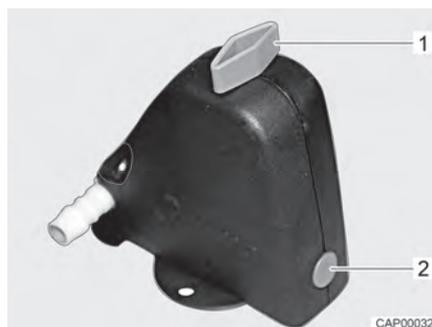
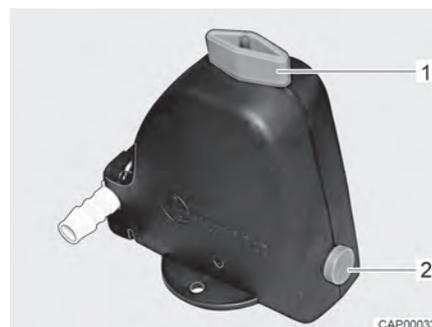

Fig. 131 Valve de sécurité et de vidange fermée
Fig. 132 Valve de sécurité et de vidange ouverte
- Ouvrir la valve de sécurité et de vidange (Fig. 131). Tourner le bouton rotatif (Fig. 131,1) dans le sens longitudinal par rapport à la valve de sécurité et de vidange. Le bouton-poussoir (Fig. 131,2) ressort. La valve de sécurité et de vidange ouverte est représentée à la Fig. 132.